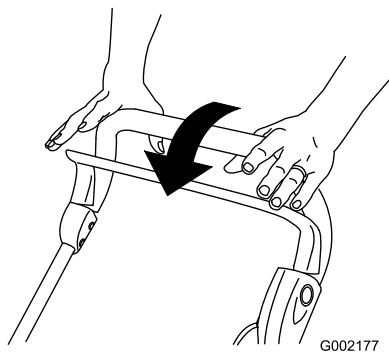

Bild 18
1. Lassen Sie den Schalthebel los (Bild 18).